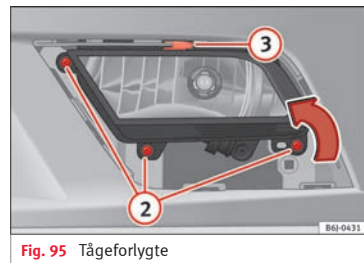

Fig. 95 Tågeforlygte
- Skru skruerne (3x) » Fig. 95 ② ud for at tage tågeforlygten ud.
- Træk metalclipsen på oversiden af tågeforlygten af i retning mod bilens yderside » Fig. 95 ③.